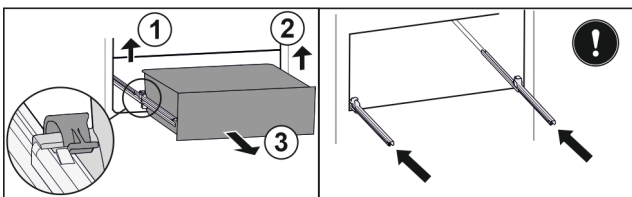

Fig. 119
- ▶ Sollevare il morsetto sinistro e allo stesso tempo tirare in avanti il cassetto sinistro. Fig. 119 (1)
- ▶ Sollevare il morsetto destro e allo stesso tempo tirare in avanti il cassetto destro. Fig. 119 (2)
- ▶ Rimuovere il cassetto tirandolo in avanti. Fig. 119 (3)